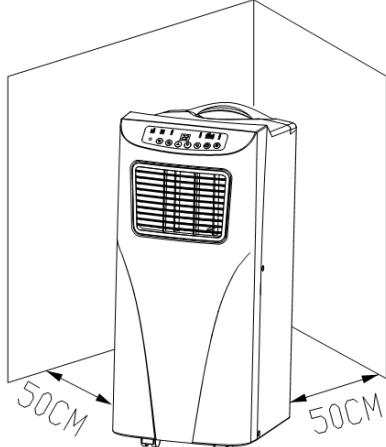

Abbildung 4
- 1) Bewegen Sie das Gerät mit montiertem Wärmerohr an das Fenster heran; der Abstand zwischen Gehäuse und Wänden oder anderen Gegenständen muss mindestens 50 cm betragen (wie in Abb.4 dargestellt).